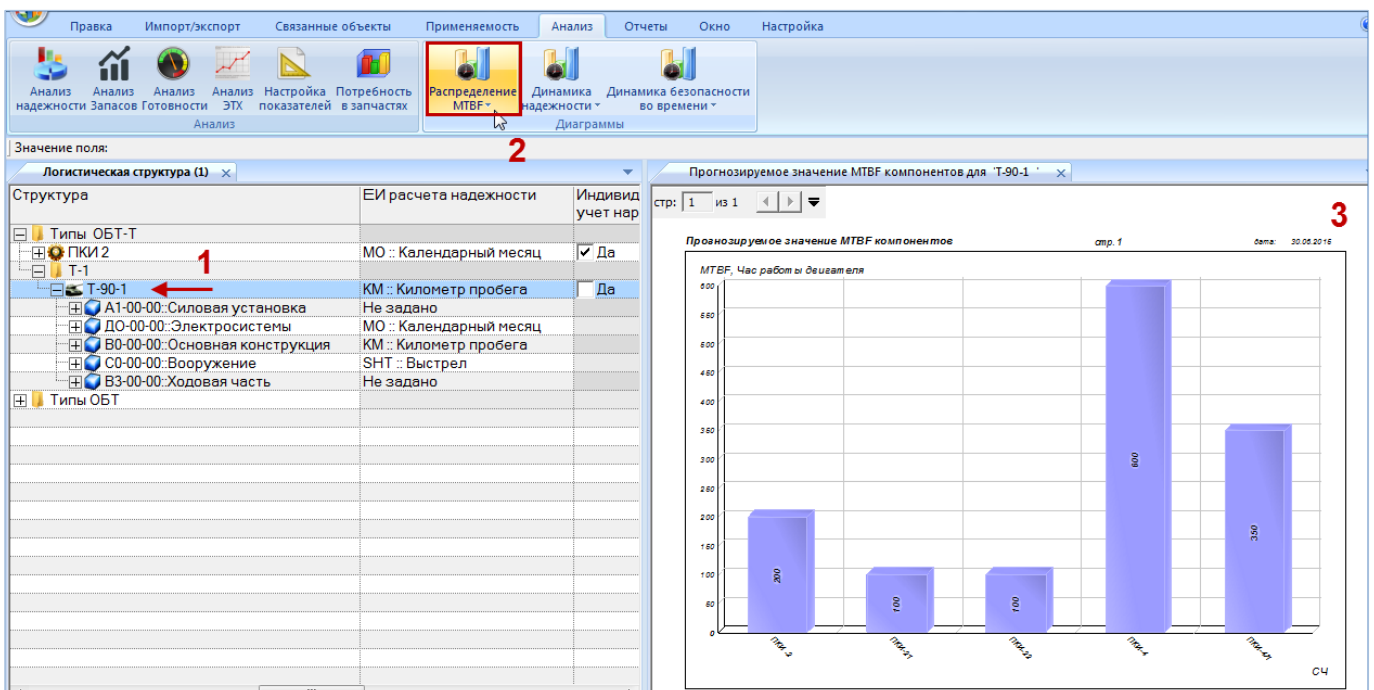

Рис. 29-15 – Построение диаграммы по надежности
4) В отдельном рабочем окне отображается диаграмма по назначенной наработке на отказ по компонентам для выбранного типа изделия (3 на рис. 29-15). Краткое описание инструментов панели «Файл» для диаграмм приведено в пункте 5.4.7 «Панель «Диаграммы»», стр. 64.